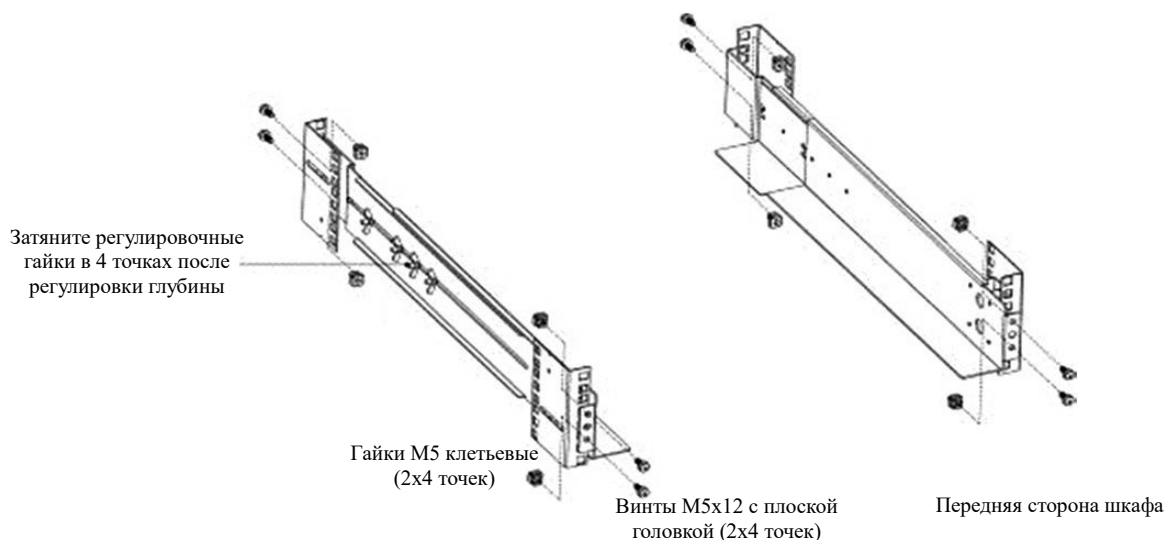

Рисунок 5. Крепление рельс
- б) Выберите место установки ИБП в шкафу и установите направляющие, зафиксировав их спереди и сзади (см. рисунок 5). Монтажный комплект занимает четыре точки крепления, по две спереди и сзади шкафа.
- с) Закрутите четыре барашковые гайки М5 на каждой для фиксации глубины рельс (см. рисунок 5).